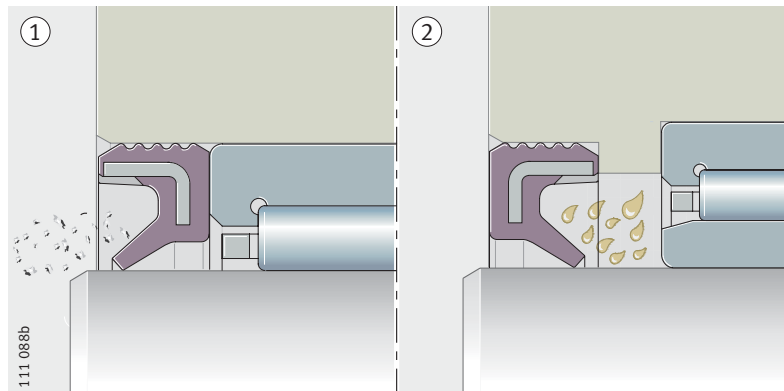

Figure 1
Orienter la lèvre vers l'extérieur pour éviter la pénétration de poussière et d'impuretés, *figure 1* ①. Orienter la lèvre vers l'intérieur pour éviter les fuites de lubrifiant, *figure 1* ②.
- ① Lèvre d'étanchéité orientée vers l'extérieur
- ② Lèvre d'étanchéité orientée vers l'intérieur